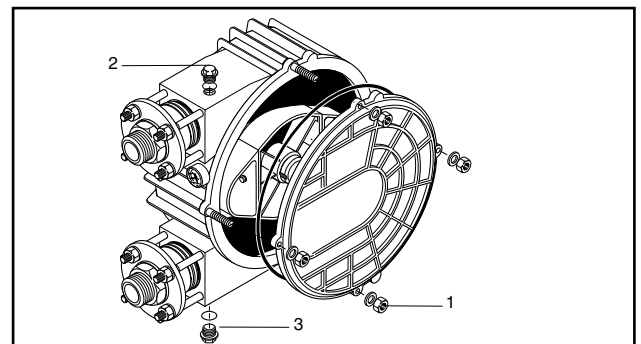

Рис. 27 Головка насоса
IP 400–800: Вставьте сначала вентиляционную трубку (с всасывающей стороны) в маленькое отверстие в шланге и вложите в канавку установочного кольца (рис. 27). Другой конец вставьте в угловой соединитель и затяните закрепляющей гайкой.
3. Вывинтить резьбовую пробку (поз. 2, рис. 27), отвинтить колпачок маслоспускного клапана (поз. 3, рис. 27) и дать стечь смазывающей жидкости в емкость.
4. Отвинтить 4 крепежные гайки (поз. 1, рис.27), снять крышку насоса и уплотнительное кольцо круглого сечения и дать стечь оставшейся смазывающей жидкости из корпуса насоса в приемный резервуар.